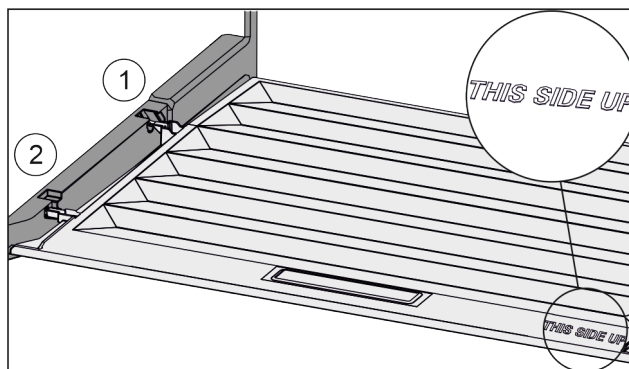

Fig. 40
- ▶ Ramiona pokrywy wprowadzić ponad otworem tylnego uchwytu Fig. 40 (1) i zażębić z przodu w uchwycie Fig. 40 (2).